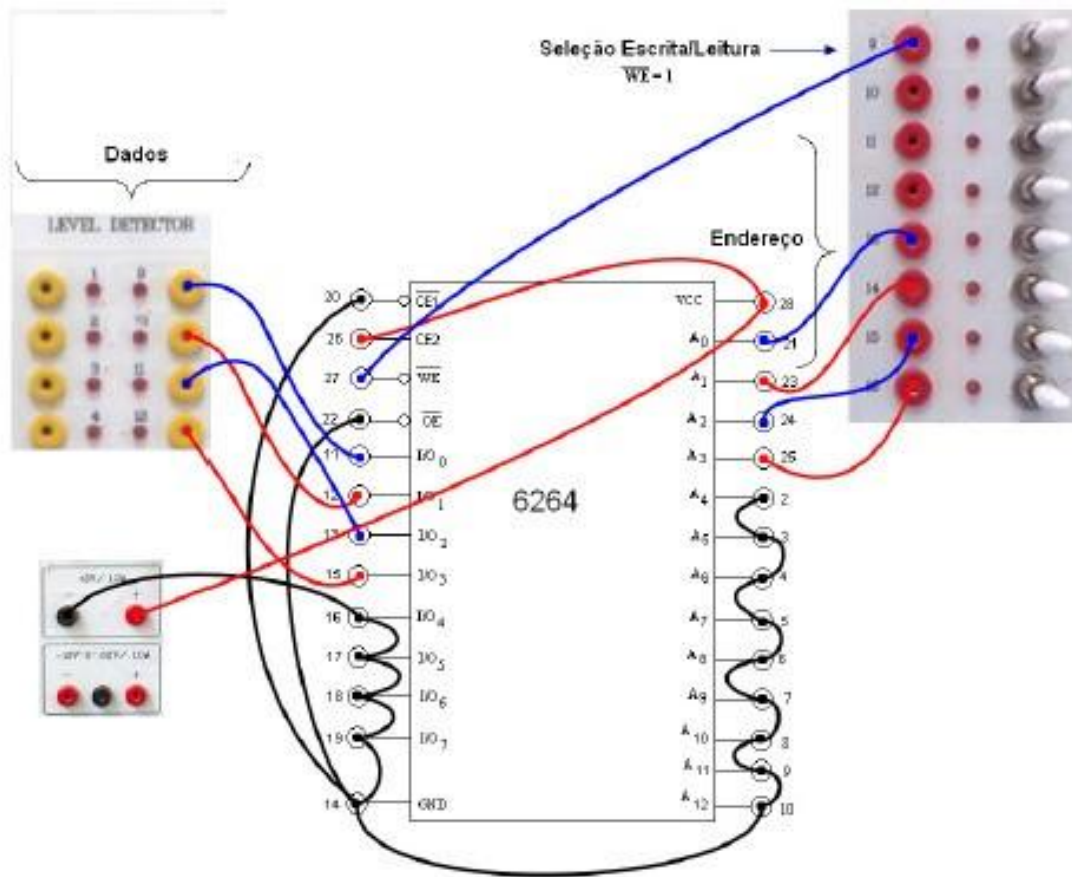

Figura 7: Lendo um dado na memória 6264
6. Faça as conexões indicadas na figura 7, preparando o circuito para a leitura dos dados na memória. Mantenha todos as entradas de controle com o mesmo nível lógico à exceção da entrada Escrita/Leitura (pino 27) que agora deve ser colocada em “1”. Observe que a visualização da informação será feita utilizando LEDs.